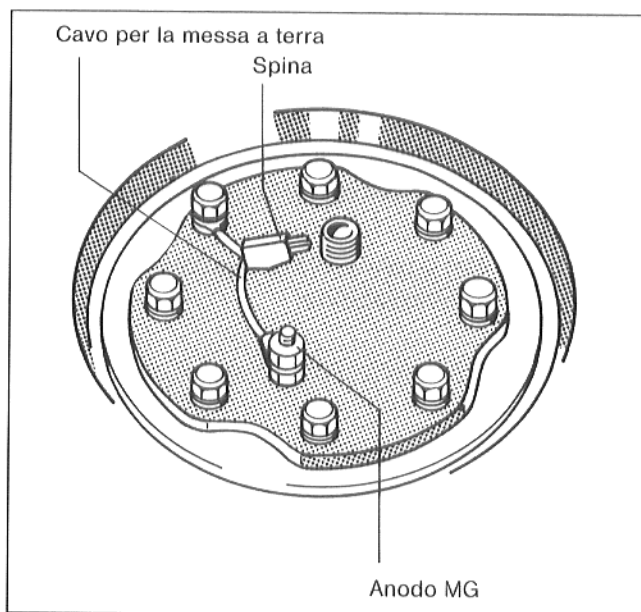

Fig. 13
- Apparecchi di regolazione Ecomatic 4000: Estrarre la spina al cavo per la messa a terra (Fig. 13).
- Ricollegare l'asola del cavo di terra e rimettere i bulloni (Fig. 13).